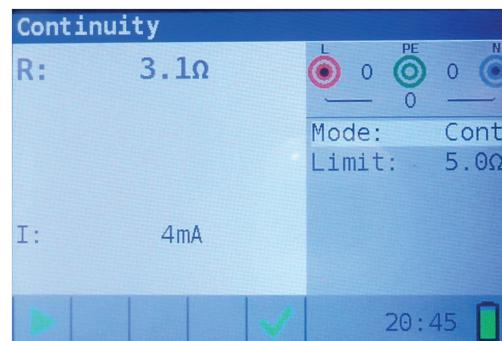

Figura 7.1: Últimos resultados
**Paso 1** Cuando finaliza la medición (Figura 7.1), los resultados se muestran en la pantalla.